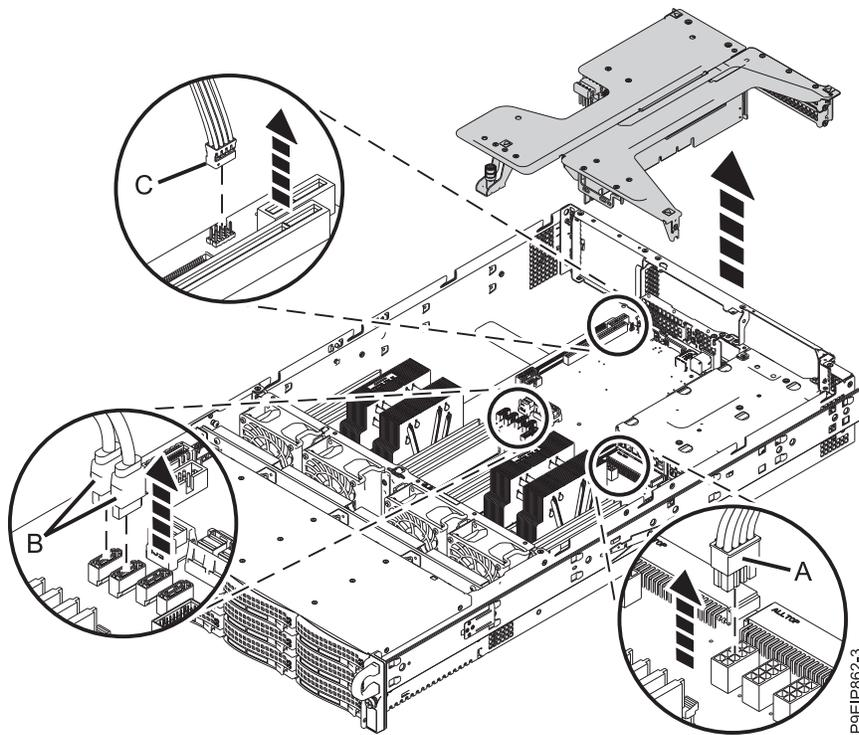

Figura 22. Desconexión de los cables de señal de la unidad y de los cables de alimentación de la unidad de la placa posterior del sistema
- a. Retire la patilla de sujeción (A) para que la flecha apunte al sistema. Además, si el sistema tiene un tornillo de mano junto a la parte frontal de la tarjeta de expansión que fija la tarjeta de expansión a la placa posterior del sistema, aflójelo del todo.
4. Etiquete, anote la ubicación y extraiga el cable de alimentación de la unidad (A) y los cables de señal de la unidad (B) y (C) de la placa posterior del sistema tal como se muestra en la Figura 22 en la página 27. Con el pulgar, presione el release pestillo de liberación del conector para desenchufar el cable.